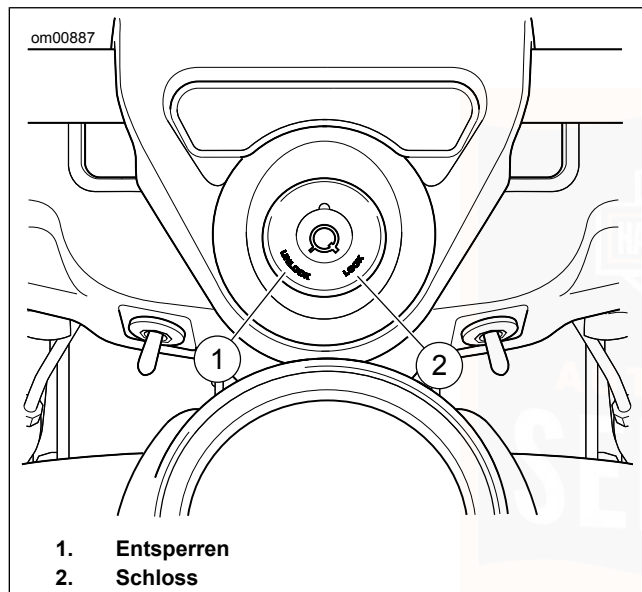

Abbildung 19. Gabelschloss: Modelle ohne Verkleidung
Ohne Verkleidung: Siehe Abbildung 19 . Das Gabelschloss befindet sich an der Oberseite des Lenkkopfs hinter dem Scheinwerferkopf und ist in die Lenkerschellenverkleidung eingelassen.
2. Siehe Abbildung 19. Den Schlüssel einführen und gegen den Uhrzeigersinn in die LOCK-Stellung (versperrt) drehen. Den Schlüssel abziehen.